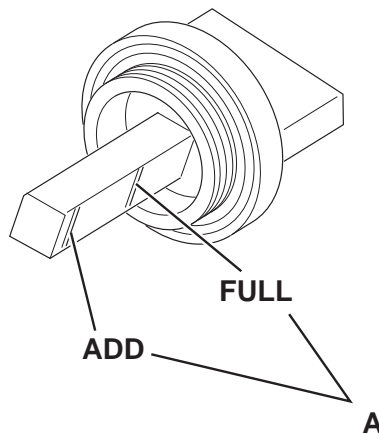

Abbildung 27
2. Feststellbremse mit dem Pedal (82) und dem Hebel (75) betätigen.
3. Zündschlüssel (69) in Stellung 0 drehen.
4. Haube (23) öffnen und mit der Stützstange (55) sichern.
5. Schrauben (45) herausdrehen, Haltevorrichtungen (46) ausrasten und Motorschutzabdeckung (44) abnehmen.
6. Deckel Motorölstand (34) abdrehen und mit einem sauberen Tuch reinigen. Deckel Motorölstand (34) bis zum Anschlag zudrehen und nach einigen Sekunden erneut abdrehen. Überprüfen, ob der Ölstand zwischen den Markierungen ADD (Mindeststand) und FULL (Höchststand) (A, Abb. 27) liegt. Liegt der Ölstand unter dem Mindeststand (ADD), Deckel des Motoröleinfüllstutzens (35) abnehmen und nachfüllen.
11. Deckel des Motoröleinfüllstutzens (35) anbringen.
12. Deckel Motorölstand (34) nach einigen Sekunden erneut abdrehen und überprüfen, ob der Ölstand zwischen den Markierungen ADD (Mindeststand) und FULL (Höchststand) (A, Abb. 27) liegt. Falls erforderlich, nachfüllen. Deckel Motorölstand (34) zudrehen.